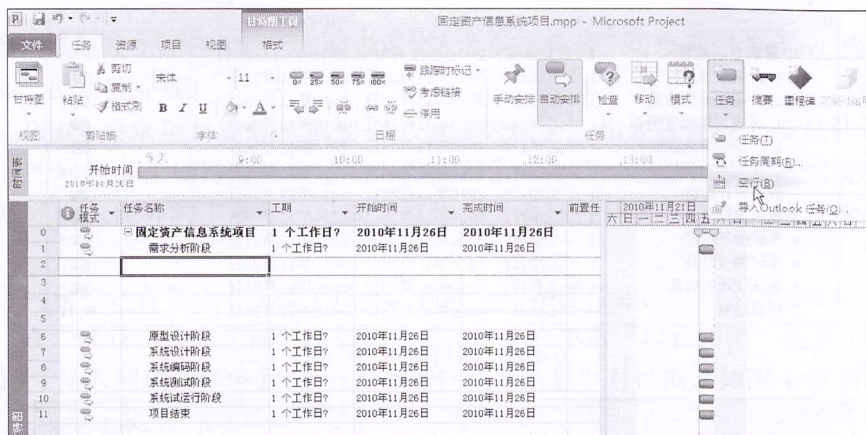
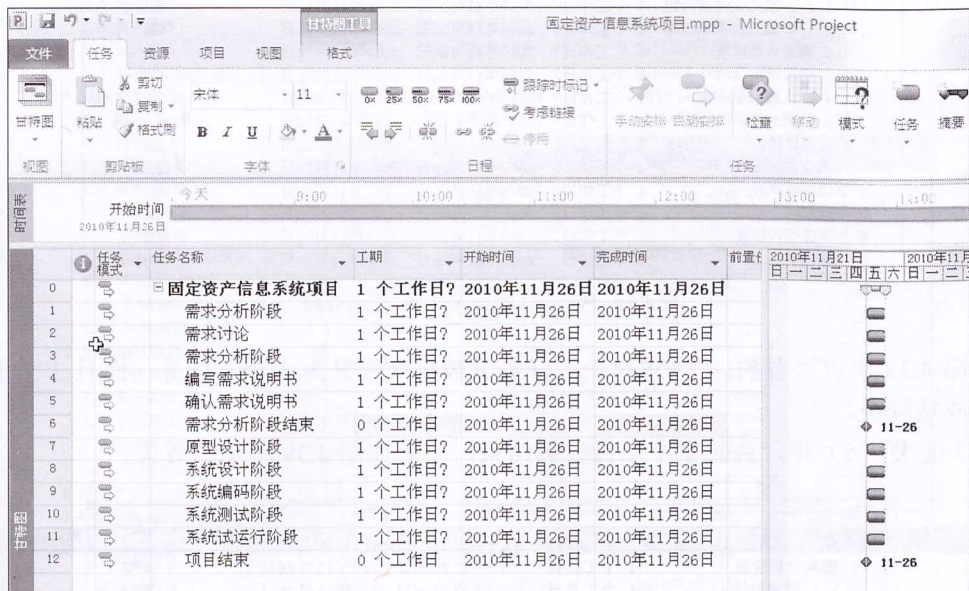

图 4.35 插入空行的分解结构
图 4.36 插入空行的分解结构
(4) 对各阶段进行细化。例如,对“需求分析阶段”进行细化操作,操作的方式是单击“需求分析阶段”的下一行任务“原型开发阶段”,再单击菜单【任务】/【插入】/【任务】/【空行】,该菜单连续单击后,就会在“需求分析阶段”的任务下发产生若干个空任务,如果直接单击【任务】图标,则会插入“新任务”,对增加任务带来不便,因此,需要插入空任务,如图 4.35 所示。
用户可以在如图 4.35 所示的空任务中录入“需求分析阶段”子任务,录入后如图 4.36 所示。
在图 4.36 中,“需求分析阶段”下面增加了 5 项任务,而且增加的第 5 个任务是“需求